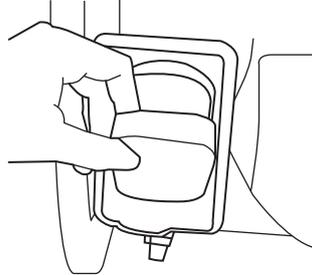

Abb. 19
- Entnehmen Sie den Filter (Abb. 19). Klopfen Sie diesen auf einer flachen Fläche aus, um ihn zu reinigen.